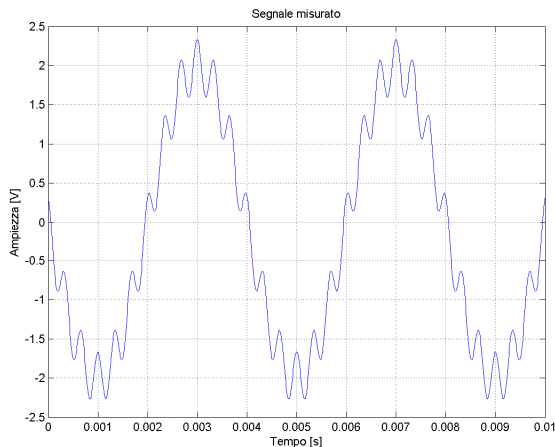

Fig. 1
10. Si ha il dubbio che nel suono siano presenti due armoniche con frequenze che differiscono di 3 Hz, e si vorrebbe vederle tramite una analisi dello spettro del segnale. E' sufficiente campionare il segnale per un tempo come indicato in fig. 1? In ogni caso, indicare come fare per riuscire a distinguere quelle armoniche.